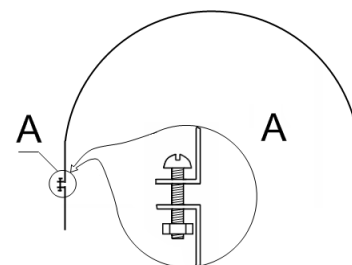

Рис. 23
- 3.4.2. На шестиметровом листе ПК отмерьте середину, и перпендикулярно длине листа маркером начертите линию. Острым ножом, аккуратно, надрежьте верхнюю сторону ПК или промните внутренние перегородки ПК с внутренней стороны листа. Сложите лист пополам по линии надреза. Удалите с двух сторон защитную пленку. Накройте листом двухметровую часть тоннеля, выровняйте по коньку и зафиксируйте саморезами в самом низу. На лист сверху положите конек №17. Сверху конька, вдоль арок, положите длинную прижимную ленту № 37 и закрепите её саморезом с одной стороны в самом низу. К прижимной ленте № 37 присоедините винтом м4х35 ленту короткую № 38, гайку м4 до конца не затягивайте, оставьте место для дальнейшей подтяжки прижимной ленты после фиксации верхнего покрытия (рис. 23). В натянутом состоянии закрепите ленту короткую №38 и произведите натяжку винтом.